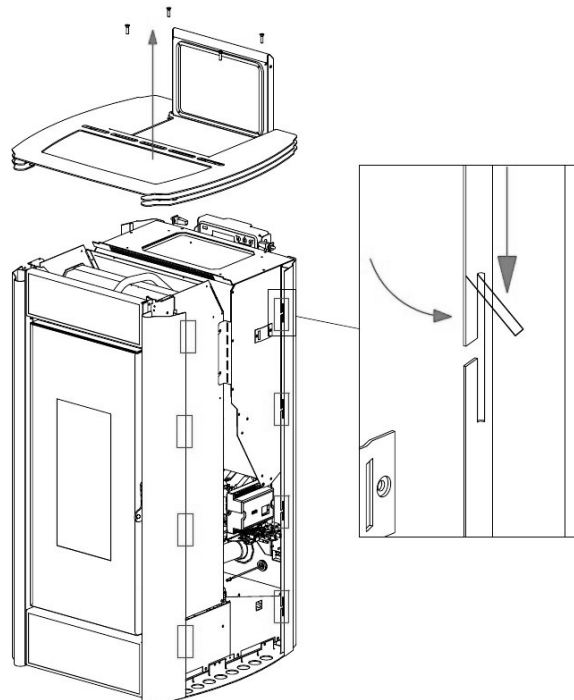

Fig. 39 - Plier les languettes
- Avec le doigt, plier les languettes supérieures qui sont positionnées sur les profils noirs, vers l'extérieur (voir Fig. 39).